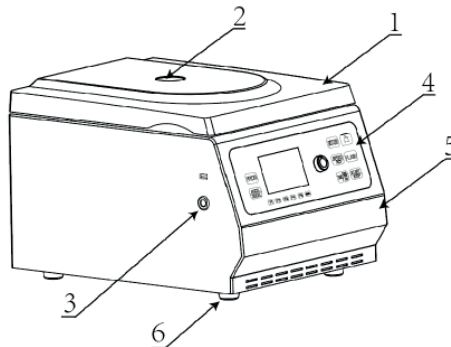

Figure 1: Schéma frontal
**Les figures 1 et 2 illustrent:**